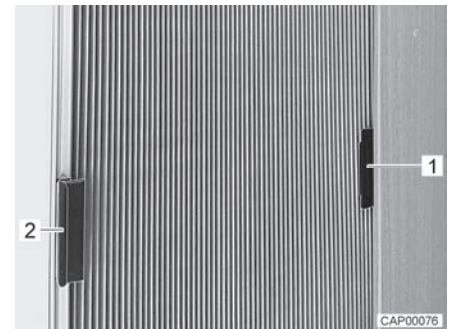

Fig. 12 Tendina oscurante pieghevole per il finestrino laterale (chiusa)
- Spingere la tendina oscurante pieghevole dalla maniglia (Fig. 12,1) dentro il sopralzo (Fig. 12,2). La tendina oscurante pieghevole è così fissata in modo che non possa chiudersi inavvertitamente durante la marcia.